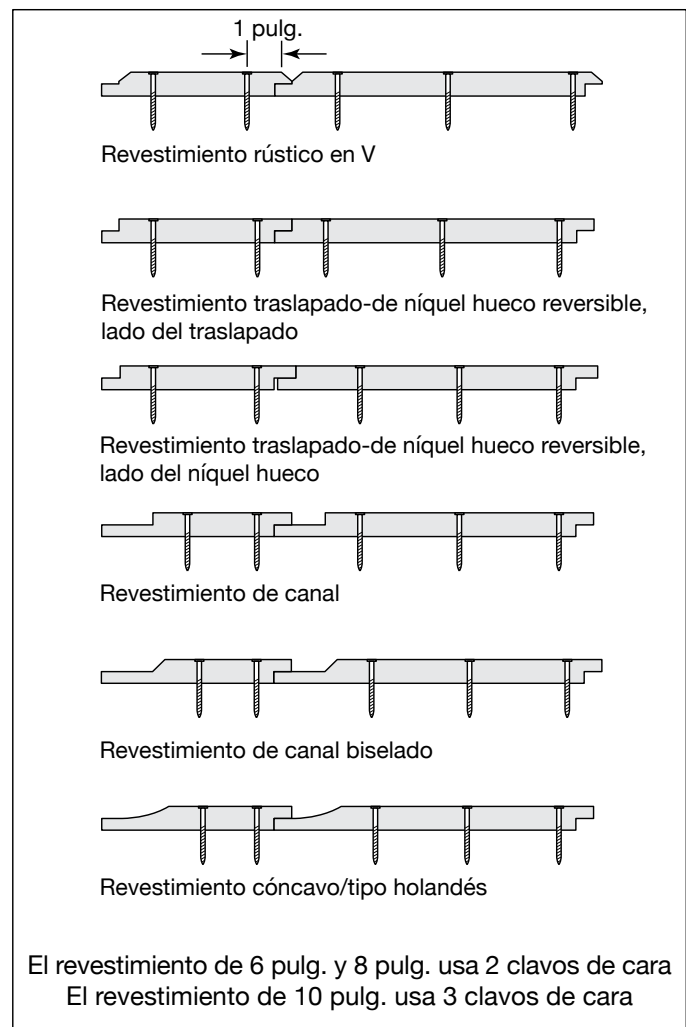

Fig. 4b
- Para perfiles de 10 pulg., use 3 clavos por cada miembro de la estructura de entramado. Dos clavos como mínimo deben atravesar el frente del perfil (**Fig. 4b**).